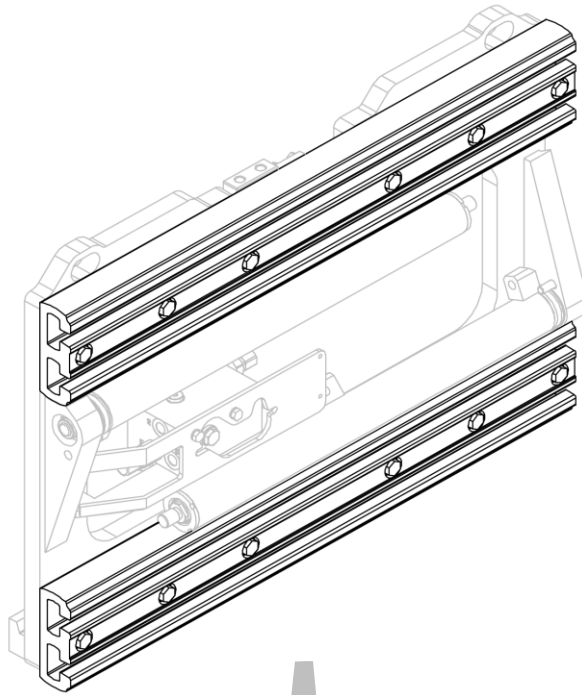
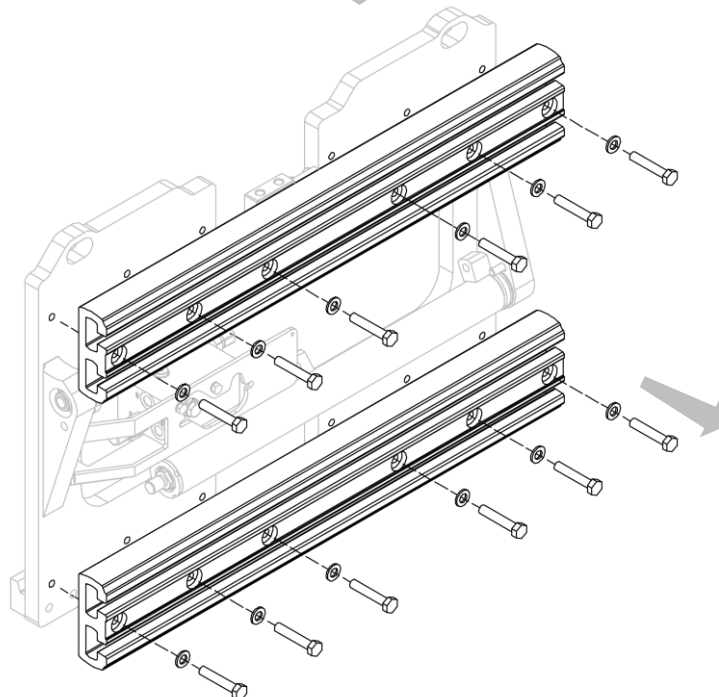

Figura 26
Figura 27
2. Remover los perfiles en aluminio después de desenroscar los tornillos (mira *Figura 26* y *Figura 27*).